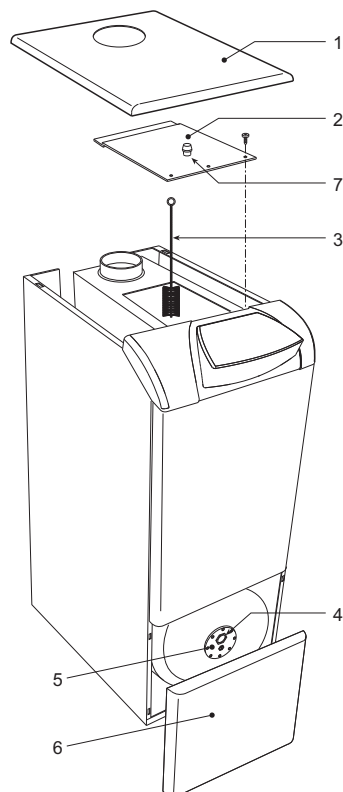

fig. 20 - Limpieza de la caldera
Para una correcta limpieza de la caldera fig. 20 es necesario:
- Desmontar el panel frontal del acumulador (6 - fig. 20).
El grado de deterioro del ánodo de magnesio (4 - fig. 20) se puede comprobar directamente desde el exterior desenroscando la brida del acumulador. Antes de desenroscar la brida, es necesario cerrar la alimentación de agua sanitaria y vaciar el acumulador.
Dentro de la caldera, en la parte superior del cortatiro, hay un punto de toma de humo (7 - fig. 20).